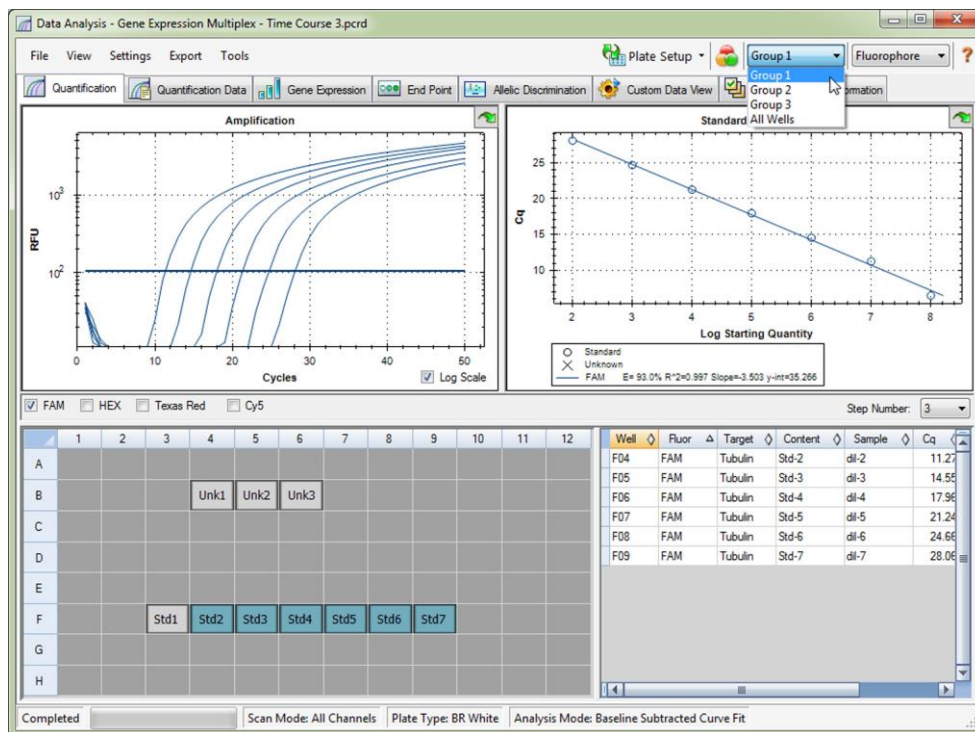

Рис. 51. Закладка Quantification окна Data Analysis с выбранной Группой 1 (Group 1)
Каждая закладка окна Data Analysis отображает данные в виде графиков и электронных таблиц для конкретного метода анализа с помощью селектора лунок, позволяющего выбирать данные, которые Вы хотите отобразить. Окно Data Analysis открывается с выделенной закладкой Quantification (Рис. 51). Для определения настроек анализа результатов эксперимента необходимо использовать данные графика амплификации (график **Amplification**) данной закладки.
На Рис. 51 продемонстрировано, что в меню Well Groups выбрана группа 1 (Group 1). В селекторе лунок отображаются только лунки группы лунок, и данные только этих лунок включены в расчеты данных.
1. Выберите один флуорофор в селекторе флуорофоров закладки Quantification (Рис. 51), выбрав кнопку-флажок рядом с именем флуорофора под графиком амплификации.
1. Выберите один флуорофор в закладке **Quantification** (Рис. 51), выбрав кнопку-флажок рядом с именем флуорофора под графиком амплификации.